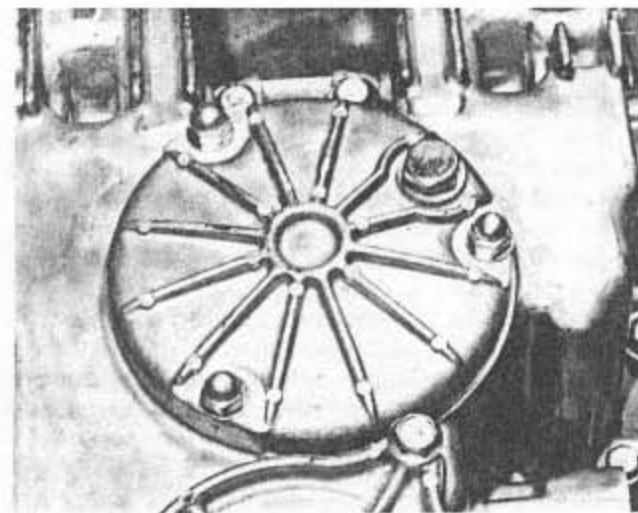

Bild 207
- Das Ölfilterelement sitzt in einem besonderen Gehäuse am Grund der unteren Motorgehäusehälfte. Das Gehäuse wird durch einen verrippten Deckel verschlossen, welcher durch drei Hutmutter gesichert ist (Bild 207). An der Rückseite des Ölfilterdeckels findet sich ein zweiter Deckel, der das Siebfilter enthält, welches am Ansaugtrichter der Ölpumpe befestigt ist (nur frühe Modelle). Bei späteren Modellen erhält man nur anlässlich einer Motorrevision Zugang zum Siebfilter, da kein Deckel mehr vorhanden ist.